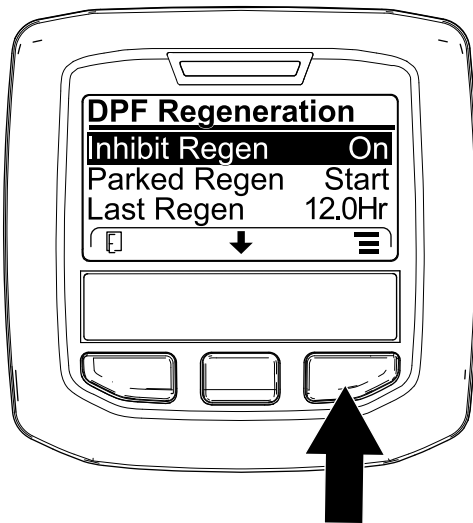
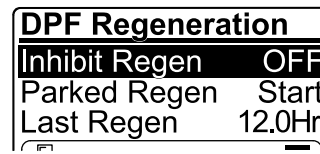

Figura 38
Figura 39
1. Acceda al menú DPF Regeneration (Regeneración de DPF), pulse el botón central para desplazarse hacia abajo, hasta la opción INHIBIT REGEN (Inhibir regeneración) y pulse el botón derecho para seleccionar la opción Inhibit Regen (Figura 38).
2. Pulse el botón derecho para cambiar el ajuste de inhibición de regeneración de Activado a Desactivado (Figura 38) o viceversa (Figura 39).